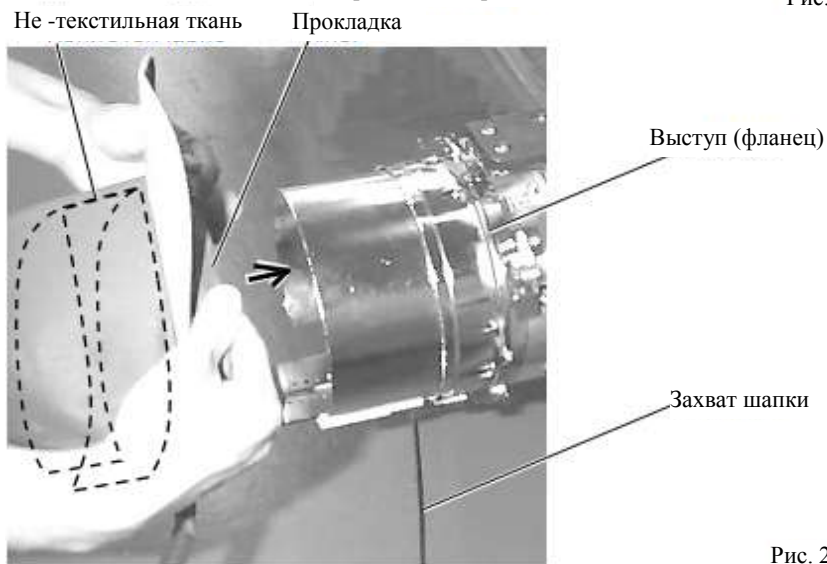

Рис. 2
2. Отрегулируйте зажим соответственно зажимному держателю (Рис. 2). Для этого, ослабьте барашковые гайки справа и слева.
Если захват для шапок слишком свободен, то даже после крепления крючком шапка фиксируется не надежно и может двигаться (Рис. 2).
3. Как показано на Рис. 2, откройте зажим и держите открытым слева.